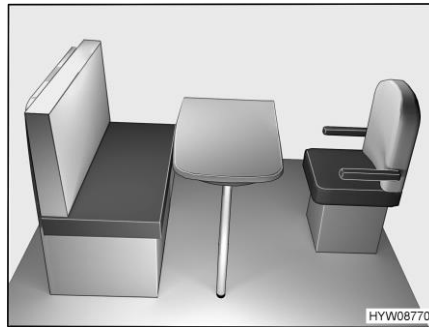

Bild 64 Vor dem Umbau
- Fahrersitz zum Tisch drehen (Bild 64).